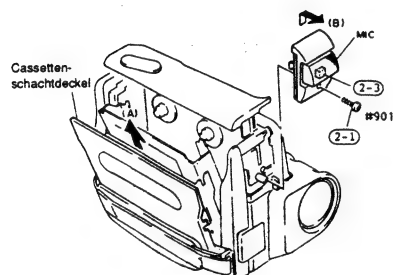

Abb. 2-21
- 1) Den Cassettenschachtdeckel in Richtung des Pfeiles (A) entfernen (siehe Abb. 2-21).
(2) Mikrophon (MIC)
- 1) Eine (1) Befestigungsschraube des Mikrofons entfernen (siehe Abb. 2-21).
- 2) Den Mikrophon in Richtung des Pfeiles (B) entfernen.